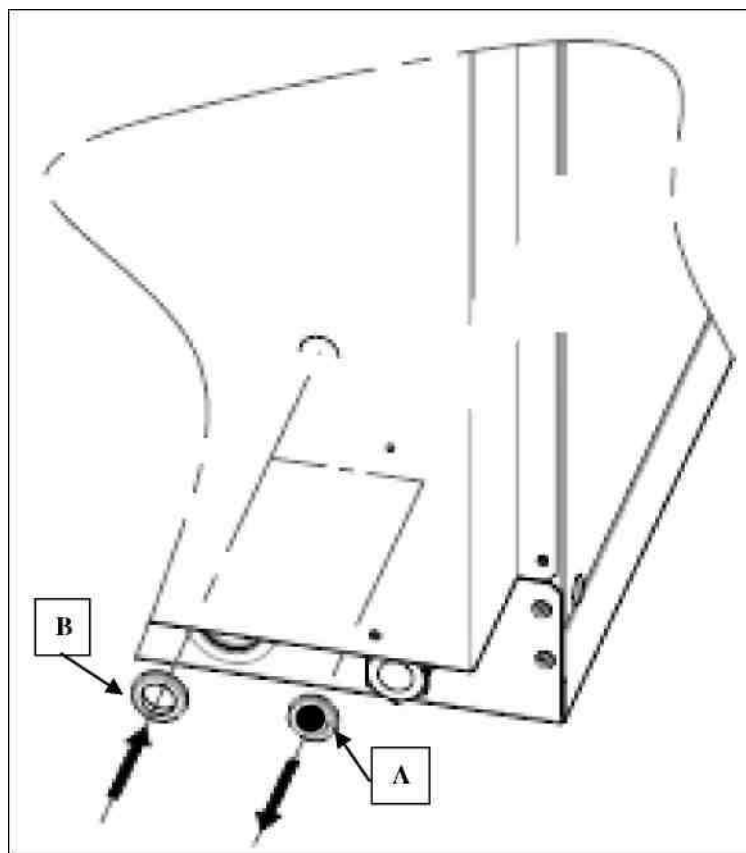

Fig. 1
Wymienić gumową zaślepkę otworu na przewód (A) w panelu tylnym pieca na pierścień uszczelniający (B) dołączony do zestawu (Rys. 1).